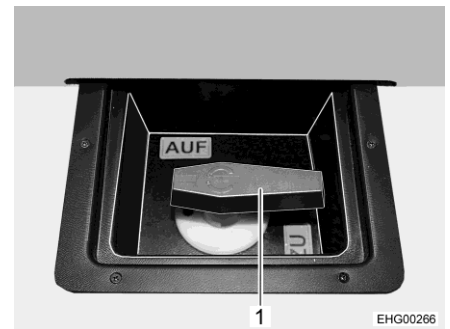

Bild 132 Bedienhebel (Abwassertank)
Der Ablasshahn für das Abwasser wird über einen Bedienhebel (Bild 132,1) betätigt. Der Bedienhebel (Bild 132,1) für die Abwasserentsorgung befindet sich unter einer Abdeckung im Heck. Das Ablaufrohr mit Anschluss für einen Abwasserschlauch befindet sich unter dem Fahrzeug, auf der rechten Seite.
- Ablasshahn öffnen. Dazu den Bedienhebel (Bild 132,1) des Ablasshahns auf Stellung "AUF" drehen. Das Abwasser läuft ab.
- Nachdem das Abwasser vollständig abgelassen ist, den Ablasshahn wieder schließen. Dazu den Bedienhebel (Bild 132,1) des Ablasshahns auf Stellung "ZU" drehen.